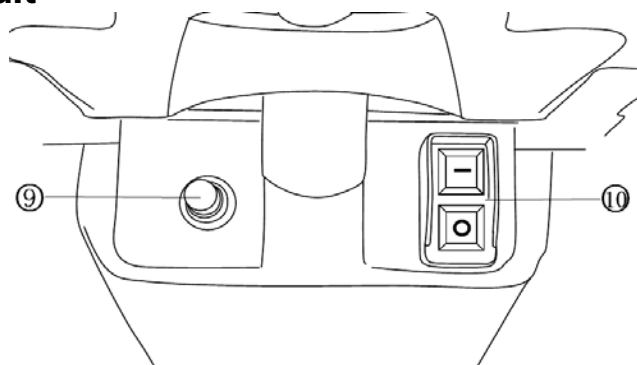

Fig.5
Démarrer et arrêter le broyeur (10) - Fig.5
Le disjoncteur (9) - Fig.5 sera activé dans les cas suivants:
2. Insérez le piston dans l'entonnoir en poussant le matériau sur le disque à lame (Fig.5).